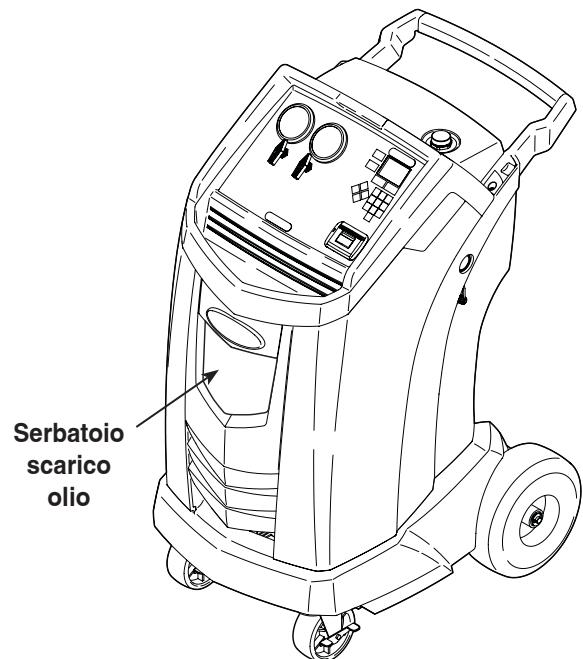

Figura 6
3. Rimuovere il serbatoio di scarico dell'olio (vedere la Figura 6) dalla stazione Robinair. Svuotarlo e smaltire l'olio attenendosi alle norme di legge. Reinstallare il serbatoio di scarico dell'olio sulla stazione.